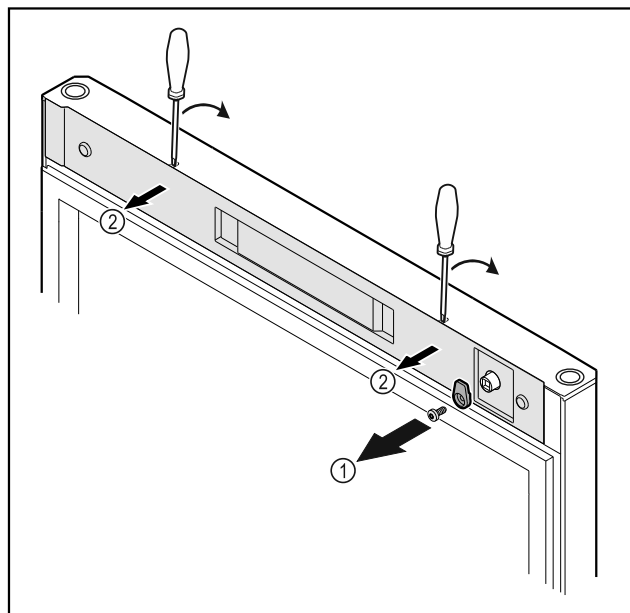

Fig. 20
- ▶ Развинтете затварящата кука Fig. 20 (1).
- ▶ Откопчайте капачка Fig. 20 (2) с малка отвертка и го свалете.